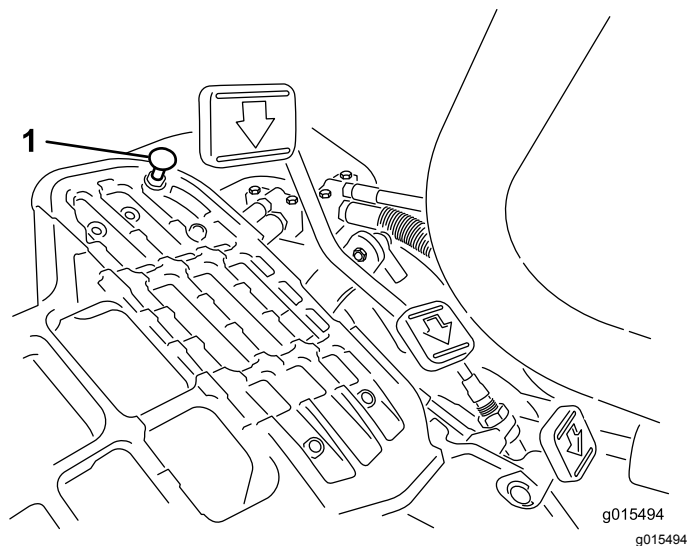

Figura 36
di TRASFERIMENTO e premete il pedale di trazione. Se il pedale tocca il fermo (Figura 36) prima che avviate la tensione sul cavo, effettuate la seguente procedura di regolazione:
1. Spostate la leva di comando delle funzioni in posizione di TRASFERIMENTO e allentate il dado di bloccaggio che fissa il fermo del pedale alla piastra di appoggio (Figura 36).